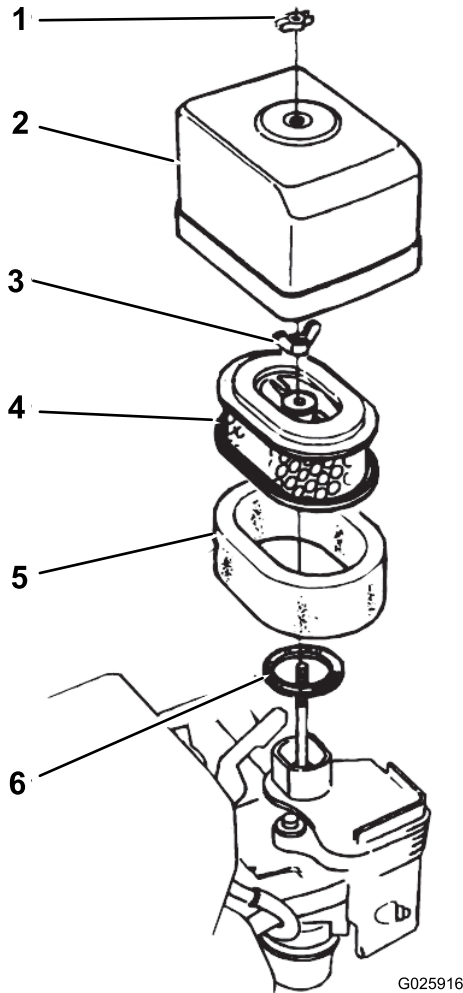

図 32
2. エアクリーナカバーをエアクリーナ本体に固定している蝶ナットを取り、カバーを外す 図 32。
4. エアフィルタの蝶ナットを取り、フィルタを外す 図 32。
5. ペーパーフィルタからスポンジフィルタを外す 図 32。